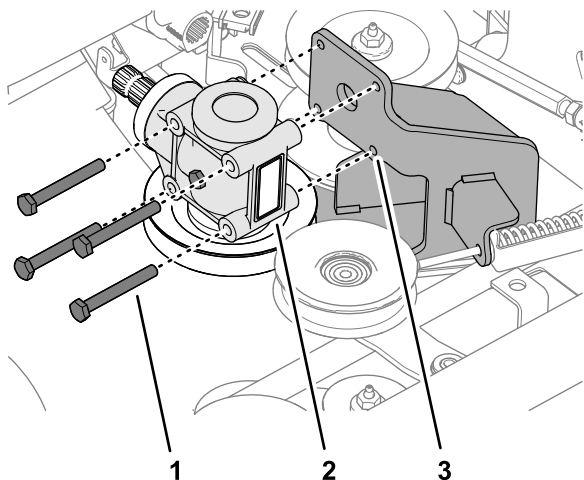

Bild 118
2. Entfernen Sie die vier Schrauben, mit denen das Mähwerkgetriebe an der Getriebestütze befestigt ist (Bild 118).
1. Fluchten Sie die Löcher im Mähwerkgetriebe mit den Löchern in der Getriebestütze aus, siehe Bild 118 in Entfernen des Getriebes \(Seite 83\).